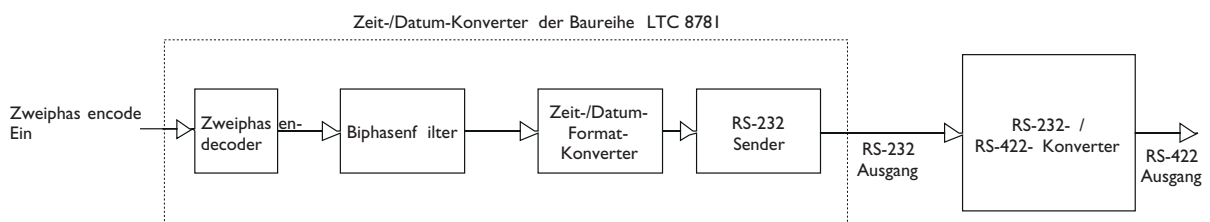
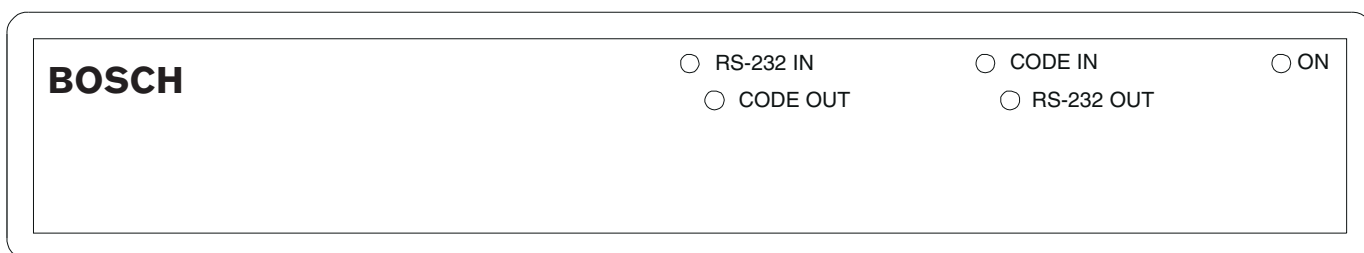

Abb. 1: Blockdiagramm in Konzeptform für den Betrieb der Baureihe LTC 8781
Abb. 4: Fronttafel
Durch Leuchtdioden (LED) auf der Fronttafel wird angezeigt, daß RS 232 Daten übertragen werden (RS-232 OUT), Zweiphasendaten empfangen werden (CODE EIN) und der Strom eingeschaltet (ON) ist. Die LED-Anzeigen mit der Aufschrift RS-232 EIN und CODE AUS werden nicht benutzt (und leuchten daher nicht). Siehe *Abb. 4. Abb. 1* enthält ein Blockdiagramm in Konzeptform und kann für Bezugszwecke verwendet werden.